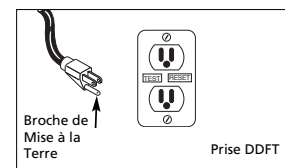

Figure 1
- Il est recommandé que ce modèle soit branché dans un interrupteur contre le dérangement dû à une mise accidentelle à la terre (DDFT) (Voir Figure 1). Consulter un électricien dans votre quartier pour l'installation et la disponibilité.